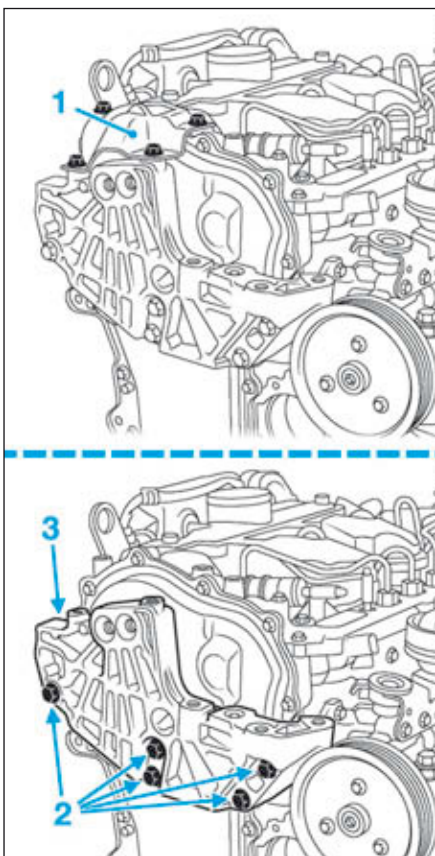

FIG.89
- Déposer le renfort de support moteur (1) puis les vis (2) et (3) du support moteur (Fig.89).